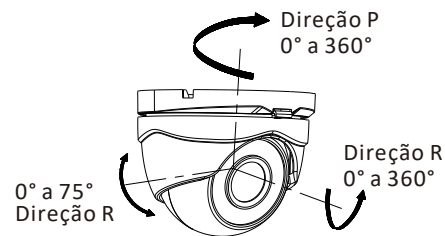

Figura 2-7 Ajuste do eixo triplo
7. Ajuste a câmera de acordo com a figura 2-7 para obter um ângulo ideal e aperte o anel de recorte.